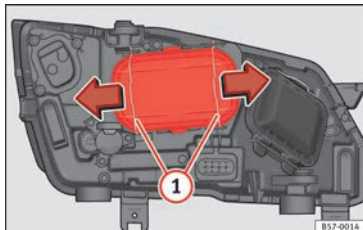

Abb. 104 Im Motorraum: Abdeckung entfernen.
2. Verschieben Sie die Streben »» **Abb. 104** (1) in Pfeilrichtung und nehmen Sie den Deckel ab.